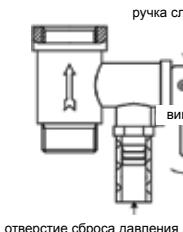

Рис. 11
- На входной патрубок обозначенный голубым цветом и стрелкой направления течения воды накрутите предохранительный клапан так, чтобы течение воды совпадало с направлением стрелки на корпусе клапана. На отверстие сброса давления предохранительного клапана (см. рис. 11) оденьте дренажную трубку\* для отвода воды (возможно появление при нагревании) в канализацию.
6. Чтобы правильно слить воду из внутреннего бака, надо воспользоваться сливным отверстием (только для серии FSL2) (надо открутить заглушку, закрывающую сливное отверстие), также воду можно слить через обратный предохранительный клапан (открутить сливной винт обратного предохранительного клапана и перевести ручку слива в верхнее положение, при этом кран выхода горячей воды должен быть открыт, а кран подачи холодной воды в водонагреватель должен быть перекрыт) (смотри рис. 11). Никогда не сливайте воду, если ее температура выше 50°C, т.к. это может привести к ожогам.